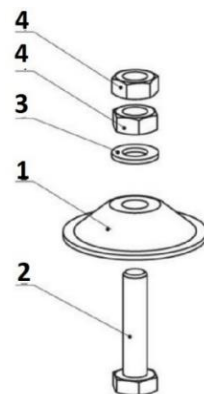

Fig. 2d;
- Dans les cas où les pieds réglables sont intégrés, vous pouvez les assembler comme décrit (fig. 2d):